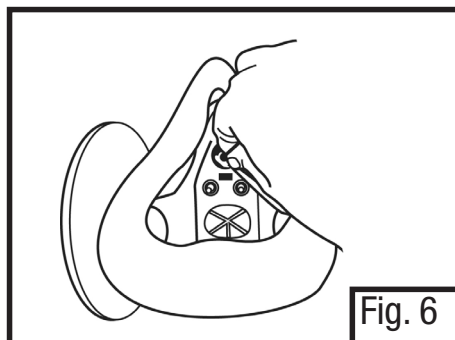

Fig. 6
8. Instale o grampo de retenção e ventosa no tubo de amostragem (Fig. 6).